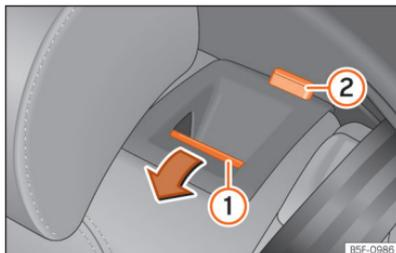

Fig. 74 Banco traseiro: rebater o encosto.
• Pressione o botão de desbloqueio »»» Fig. 74 ① para a frente e, ao mesmo tempo, rebata o encosto. O encosto traseiro está desbloqueado quando se vê uma marca vermelha no botão ②.